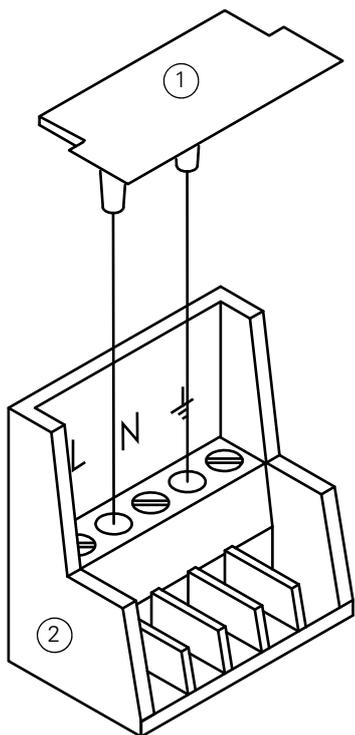

Fig. 18: Copertura del connettore di rete della PSU (dettaglio)
- 2 Individuare il connettore di rete sulla PSU nella parte superiore dell'unità. Se sul connettore è presente il coperchio protettivo, rimuoverlo. Per informazioni sul coperchio e sul connettore vedere la fig. 18 a pagina 30.
- 3 Individuare il connettore di rete sulla PSU. Se sul connettore è presente il coperchio protettivo, rimuoverlo. Per informazioni sul coperchio e sul connettore vedere la fig. 18 a pagina 30.